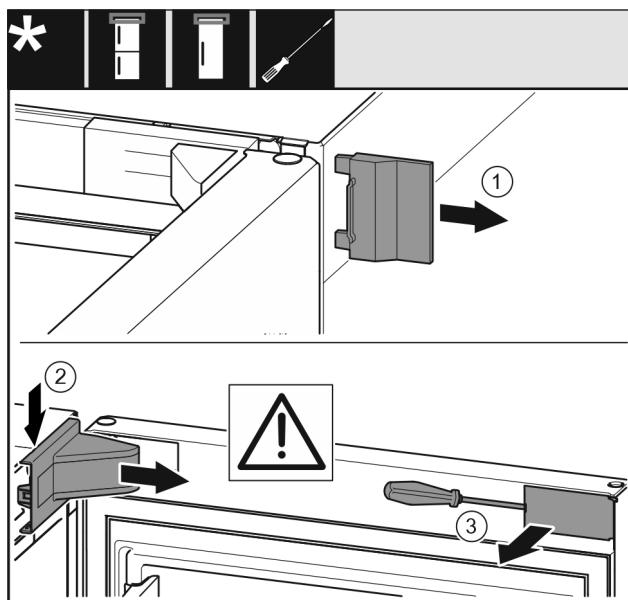

Fig. 5
- Fjern det ytre dekselet. Fig. 5 (1)
- Frigjør og løsne lagerbukkdekselet. Ta av lagerbukkdekselet. Fig. 5 (2)
- Klikk ut panelet og sving det til side med en skrutrekker. Fig. 5 (3)